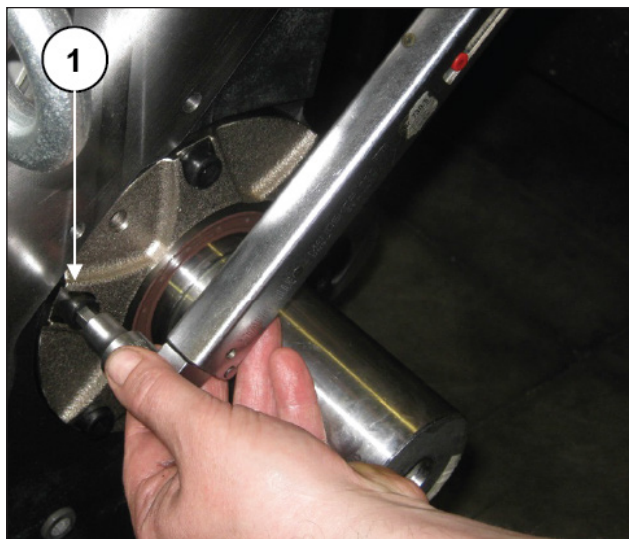

图 120
装上曲轴盖和相关的密封圈(预先用硅密封胶涂抹凸出的O形环, 请参阅图 114, 拧紧M8螺栓 (①, 图 120 - 图 121)。